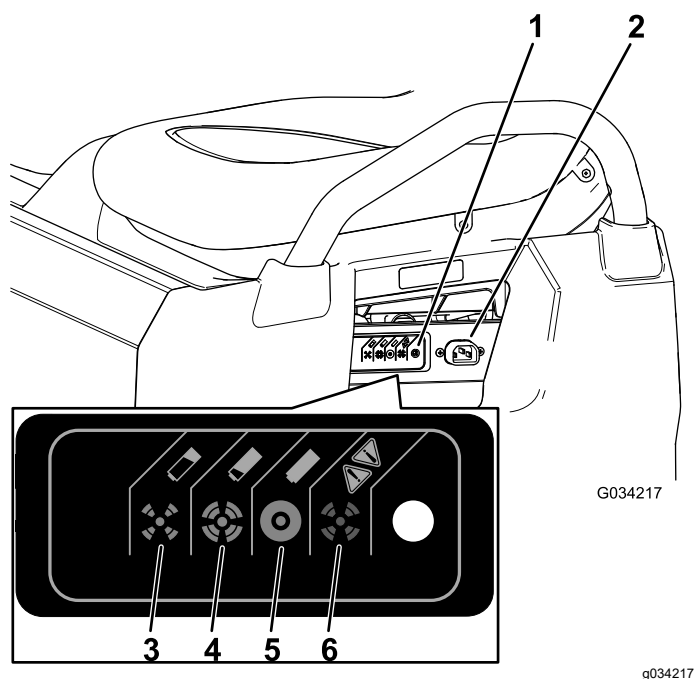

Figure 36
3. Branchez un cordon de chargeur de **calibre 16 (ou de plus gros diamètre), de 2,5 m (8,2 pi) ou plus court** à la prise de charge de la machine (Figure 36).
Reportez-vous au tableau suivant et à la Figure 36 pour connaître la signification des différentes couleurs du voyant d'état du chargeur.